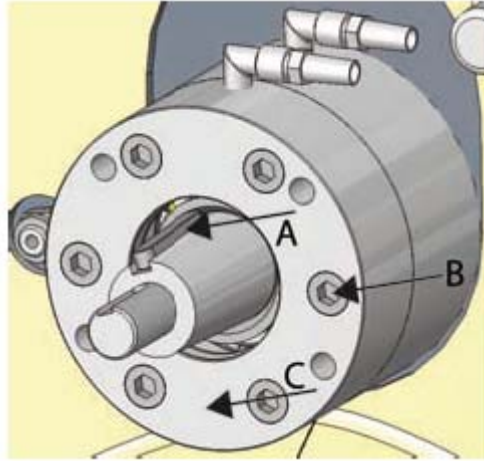

Figura 5. Smontaggio della cassa del cuscinetto
5. Togliere la chiavetta dall'albero (figura 5, punto A).
6. Svitare i bulloni della cassa del cuscinetto (6 bulloni, figura 5, punto B). Il coperchio della cassa (figura 5, punto C) sarà libero.